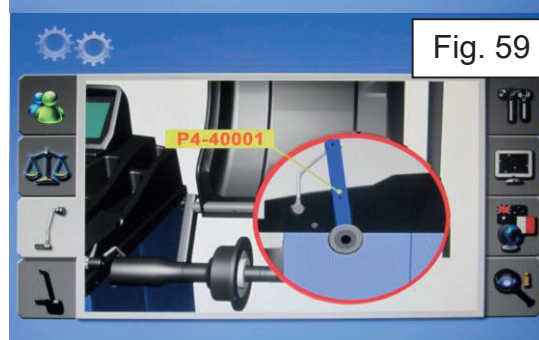

Fig. 59
- Coloque o medidor de calibração fornecido na superfície PERFIL DO PERFIL do eixo e, em seguida, coloque a ponta do medidor no orifício superior do medidor (posição “200mm”) (ref.fig.59).